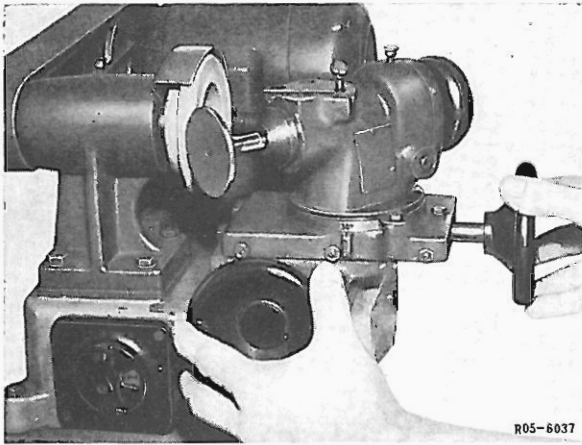

Bild 2
- 5 Ventil möglichst kurz hinter dem Ventilteller in Ventilschleifmaschine einspannen (Bild 2).